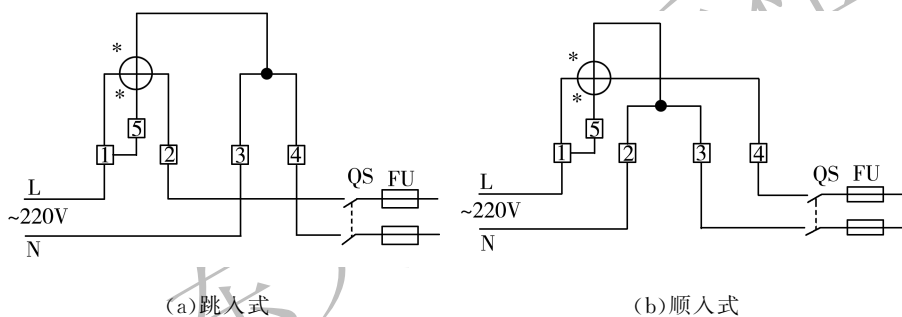

图 2-58 单相电能表接线桩方法
(1)按编号 1、3 接进线(1 接相线,3 接零线),2、4 接出线(2 接相线,4 接零线),此连接方式为跳入式,如图 2-58(a)所示。
(2)按编号 1、2 接进线(1 接相线,2 接零线),3、4 接出线(3 接相线,4 接零线),此连接方式为顺入式,如图 2-58(b)所示。